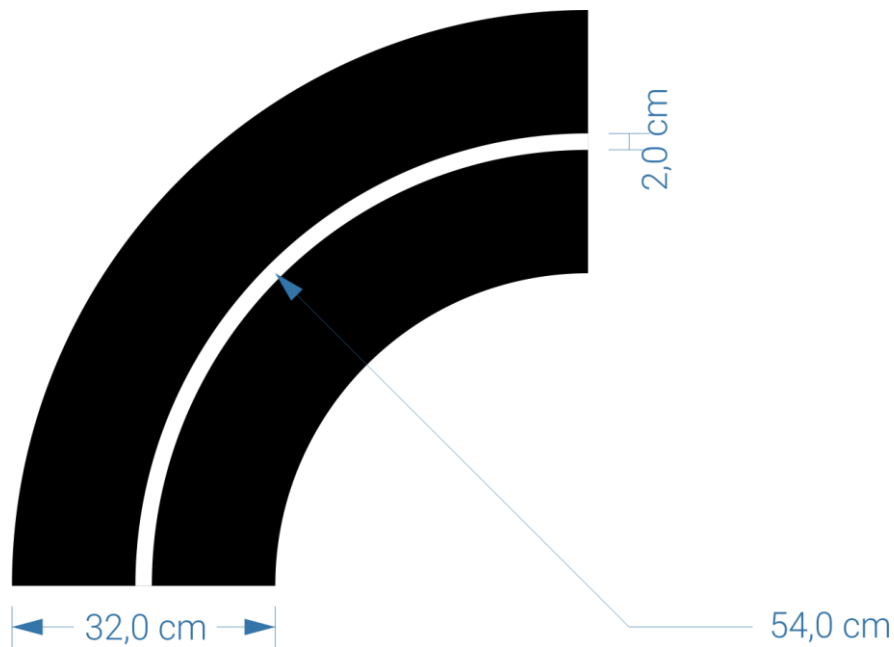
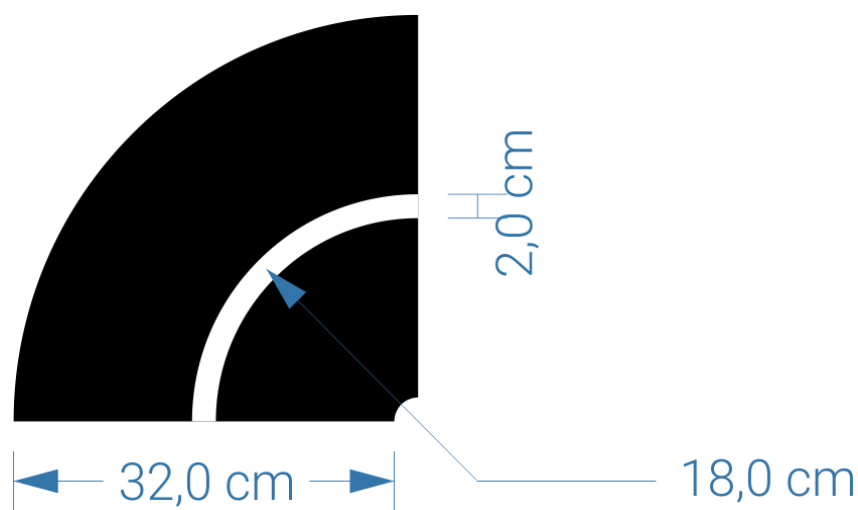

Figura 2. Arco de curvas maiores.
Figura 3. Arco de curvas menores.
- V. As peças curvilíneas podem ser arcos com raio de, no mínimo, 54,0 cm, com comprimento mínimo de 80,0 cm (Figura 2), ou arcos com raio de, no mínimo, 18,0 cm e com comprimento mínimo de 28,0 cm (Figura 3).